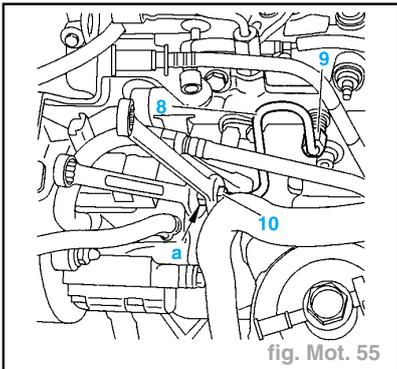
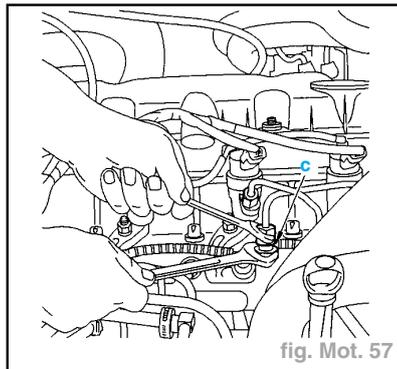

fig. Mot. 55
fig. Mot. 57
- la rampe (15) d'injection commune haute pression carburant,
- les vis (13) : serrer à **2,3 daN.m**,
- l'écrou (14) : serrer à **2,3 daN.m**.
- le capteur haute pression carburant (11),
- la sonde de température carburant (12).
- Reposer le tube (8) (fig. Mot. 55).
- Accoupler les tubes (4), (5), (6) et (7).
- Appliquer un contre-couple en "c" (fig. Mot. 57).